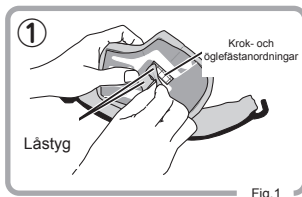

Fig.1
- 1 Ta bort "låstyget" från kindvadderingsens baksida från krok- och öglefästena. (Fig.1)